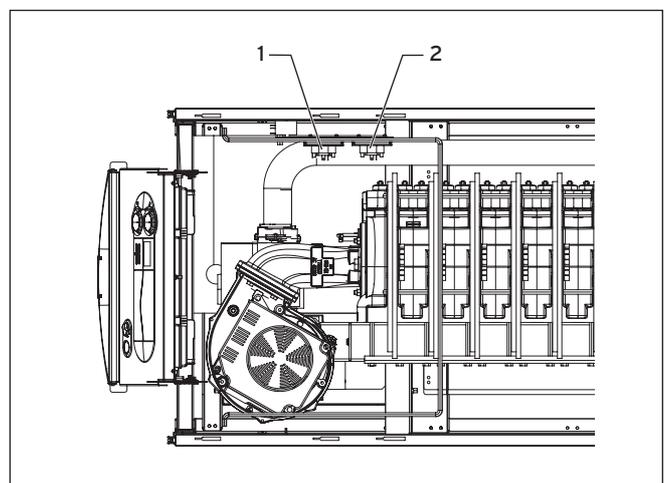

Abb. 8.4 Abgasdruckwächter überprüfen
- Überprüfen Sie den Schlauch zum Abgasdruckwächter (2, Abb. 8.4) auf Verschmutzung und richtigen Sitz.
- Überprüfen Sie die Schläuche zum Verbrennungsluftdruckwächter (**1**, Abb. 8.4) auf Verschmutzung und richtigen Sitz.